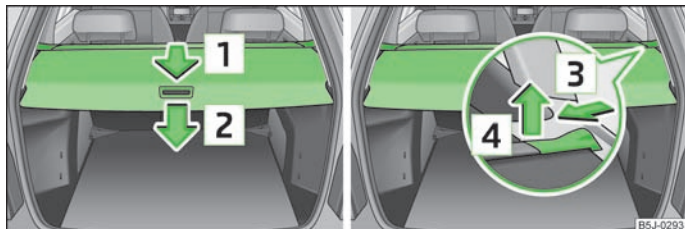

Fig. 47 Bagageira: cobertura enrolável da bagageira / desmontagem da cobertura enrolável da bagageira
- Puxe a cobertura enrolável da bagageira no sentido da seta [1] » Fig. 47, até ao batente, de modo a ficar em posição segura.